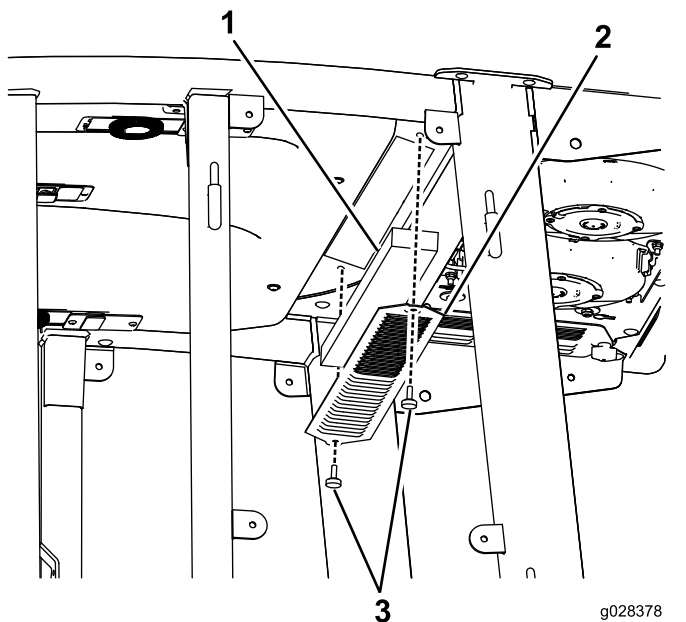
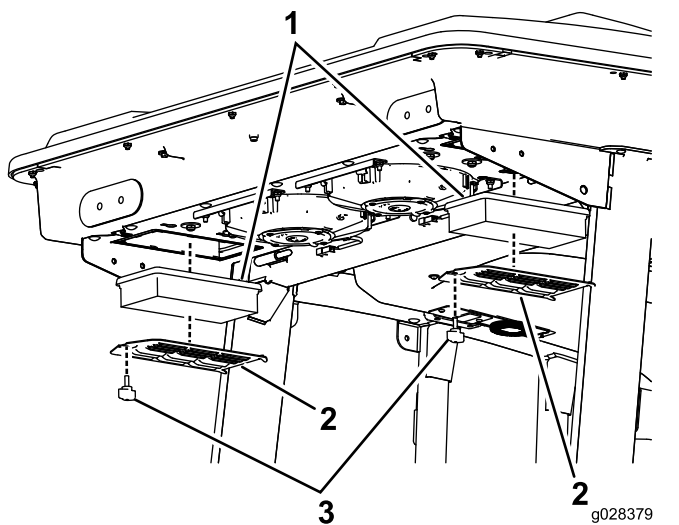
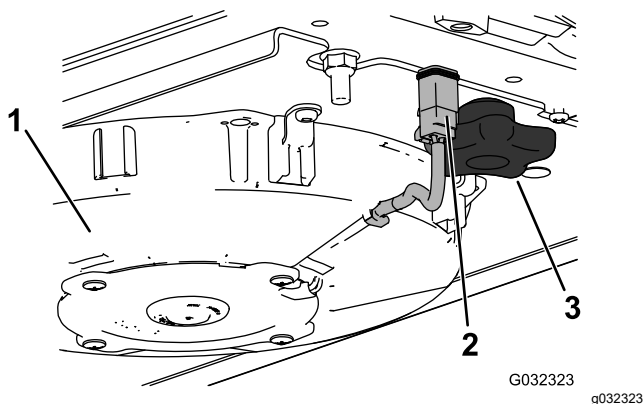
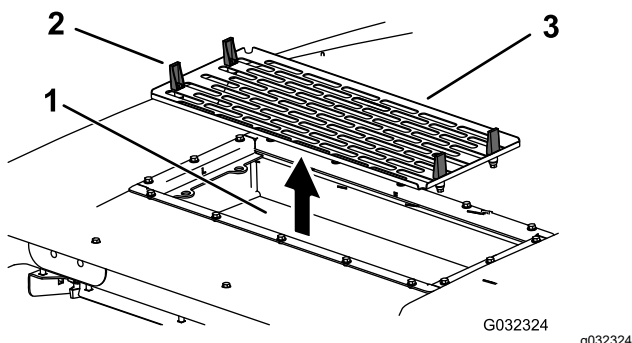

Figure 94
Figure 95
Figure 97
Figure 98
1. Retirez les vis et les grilles des filtres à air intérieur et arrière de la cabine (Figure 94 et Figure 95).
4. Déposez les filtres à air (voir Figure 95).
6. Reposez les filtres à air, la grille et le ventilateur (Figure 95, Figure 97 et Figure 98).
7. Rebranchez le câble de chaque ventilateur (Figure 97).